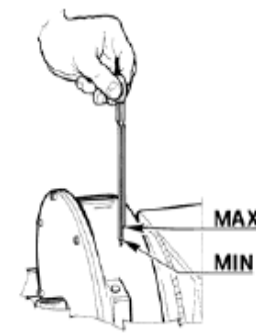

Рис.54
2. Ежемесячно контролируйте уровень масла в редукторе (Рис. 54). Монтажный рычаг должен находиться в крайнем нижнем положении во время обслуживания.